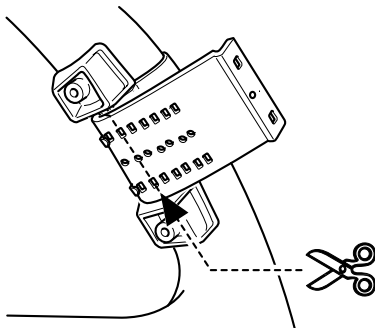

Abb. 9
2. Den überschüssigen Teil des Riemens in der Mitte des Innenhalters abschneiden. (Abb. 9)